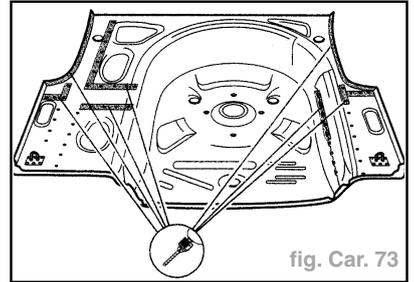

fig. Car. 73
- Trouer la pièce neuve au niveau du raccordement avec le passage de roue (fig. Car. 73).